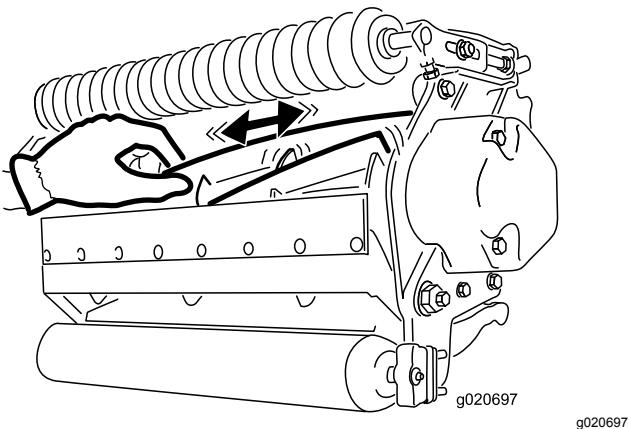

Bild 31
2. Halten Sie das Spindelmesser mit einem dicken Handrad oder einem Lappen fest und versuchen Sie, die Spindel von einer Seite zur anderen zu bewegen (**Bild 31**).